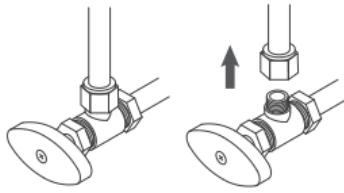

Abbildung 2
2. Schalten Sie die Wasserzufuhr ab. Entfernen Sie den Wasserhahnschlauch. (Abbildung 2)